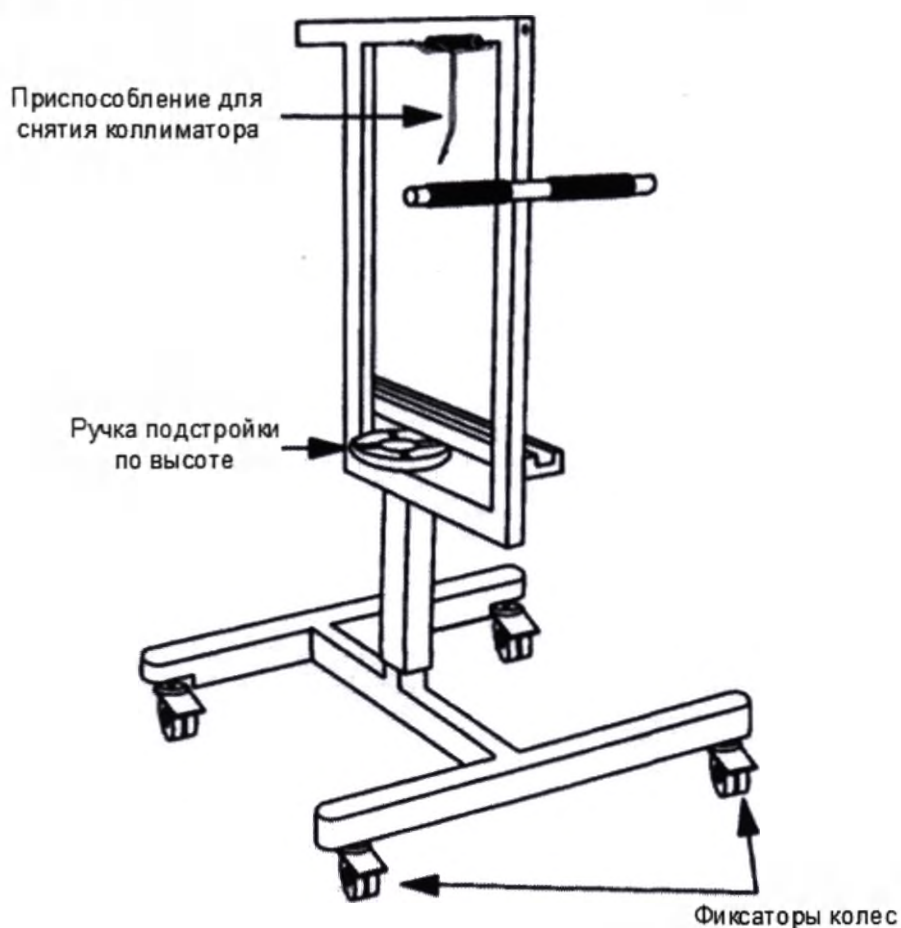

Рисунок 8-3 — Тележка для смены коллиматоров: фиксаторы колес, ручка подстройки по высоте
- Фиксаторами колес (Рисунок 8-3);
- Ручкой подстройки по высоте (Рисунок 8-3);
- Так же тележка является местом хранения приспособление для снятия коллиматора (Рисунок 8-3);